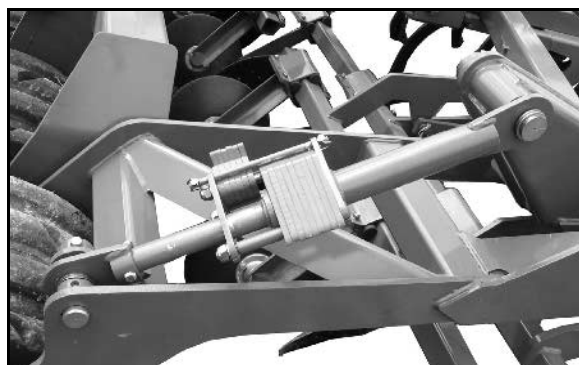

Fig. 49
- au niveau des éléments de réglage du rouleau arrière à droite et à gauche (Fig. 49),